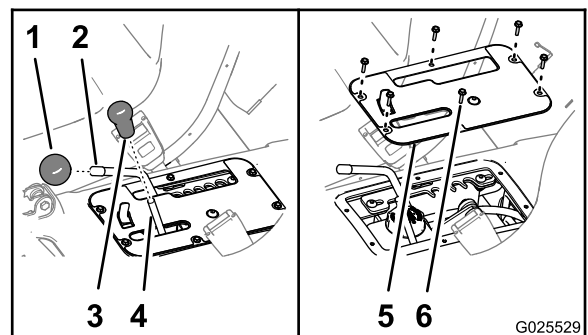

Figura 60
1. Retire os manípulos da alavanca de elevação hidráulica e da alavanca da velocidade (Figura 60).
2. Remova os 6 parafusos de anilha sextavados (n.º 10 x ¾ pol.) que prendem a placa da cobertura do controlo à base do banco e retire a placa (Figura 60).
6. Alinhe os orifícios na placa da cobertura de controlo com os orifícios na base do banco (Figura 60).
7. Fixe a placa à base com os 6 parafusos de anilha sextavados (Figura 60) que retirou no passo 2.
8. Enrosque os manípulos nas hastes para a alavanca de elevação hidráulica e a alavanca da velocidade (Figura 60).
2. Retire os manípulos da alavanca de elevação hidráulica e da alavanca da velocidade (Figura 60).
3. Remova os 6 parafusos de anilha sextavados (n.º 10 x ¾ pol.) que prendem a placa da cobertura do controlo à base do banco e retire a placa (Figura 60).
9. Alinhe os orifícios na placa da cobertura de controlo com os orifícios na base do banco (Figura 60).
10. Fixe a placa à base com os 6 parafusos de anilha sextavados (Figura 60) que retirou no passo 3.
11. Enrosque os manípulos nas hastes para a alavanca de elevação hidráulica e a alavanca da velocidade (Figura 60).